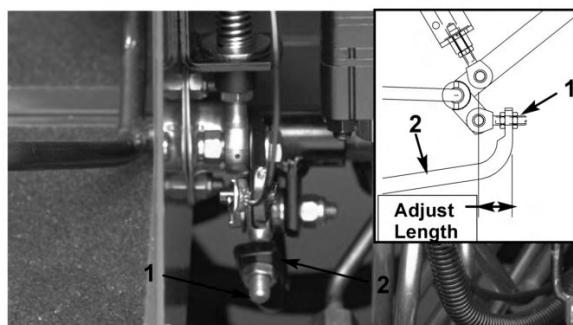

Figure 49
4. Réglez les écrous de blocage à l'extrémité de la tige de la pompe pour avancer le tube de commande et éliminer le déplacement en marche avant ou le reculer et éliminer le déplacement en marche arrière (Figure 49).